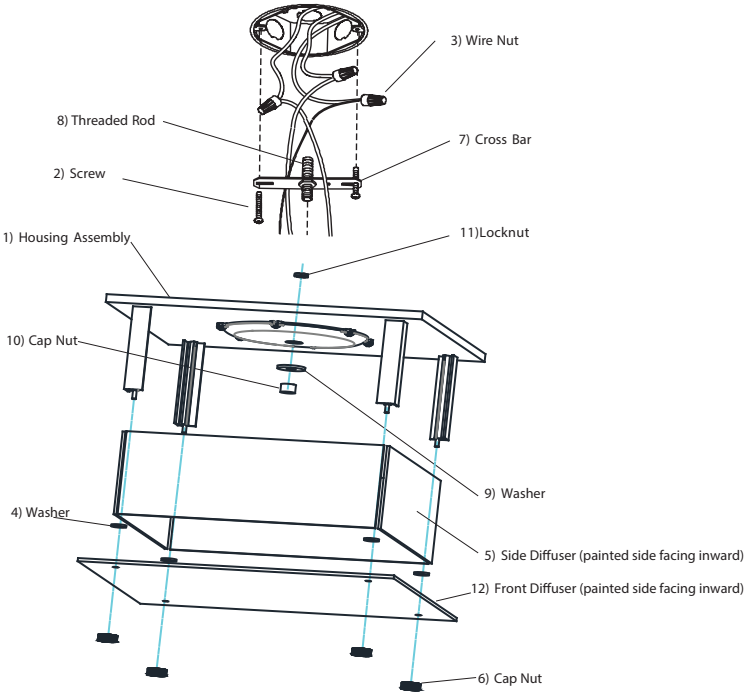

Figure 1
4. With the power turned off, hold the fixture Housing Assembly (1) firmly and connect the green ground wire from the fixture to the bare copper ground wire from the junction box using a Wirenut (3). ( *If house wiring does not include a ground wire, consult your local electrical code for approved grounding methods* ). See Fig. 1.
5. Use Wirenuts (3) to connect black fixture wire to the black power supply wire and white fixture wire to the white power supply wire. See Fig. 1.
6. Hold Housing Assembly (1) in one hand and with the other hand position wires up and into outlet box.
7. Align Threaded Rod (8) with center hole on Housing. Push Housing Assembly (1) to ceiling surface. Install Washer (9) onto Rod (8) and secure fixture with Cap Nut (10).
1. Instale el horno paneles laterales propagación (5) onto asamblea de la cubierta (1). Fastern em junt con horno arandelas metálicas (4). Vea la Pagina 2.
2. Instale la barra transversal (7) a la caja de unión con dos tornillos 1" (2). Instale la vara roscada (8) en la barra transversal (7). Deje aproximadamente 1.5" de la vara roscada al descubierto. Ajuste la contratuerca (11).
4. Con la electricidad apagada, sostenga la Ensamblaje de la carcasa (1) firmemente y conecte el alambre verde de conexión a tierra del luminario al alambre desnudo de cobre de la caja de ensambladura usando un capuchón de alambres (3). ( *Si el alambrado de la casa no incluye un alambre de hacer tierra, consulte su código eléctrico local para métodos aprobados de hacer tierra* ). Vea Fig. 1.
5. Use Capuchones de Alambres (3) para conectar el alambre negro del luminario al alambre negro de suministro eléctrico y el alambre blanco del luminario al alambre blanco de suministro eléctrico. Vea Fig. 1.
6. Sostenga el Ensamblaje de la Carcasa (1) con una mano y\ con la otra estire los cables dentro del la caja de conexiones.
7. Alinee la vara roscada (8) con el orificio central en la carcasa. Empuje el conjunto de la carcasa (1) a la superficie del techo. Instale la arandela (9) en la vara (8) y asegure el montaje con la tuerca ciega (10).